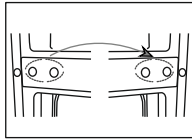

Рисунок 22
4. Передвиньте крышки отверстий петель с левой стороны на правую (рис. 22).